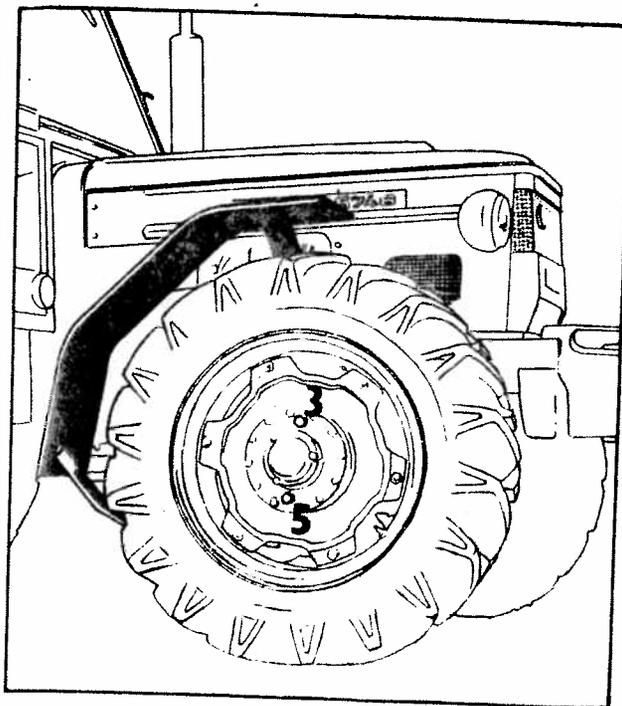

Fig. 11
- 21. Trou de remplissage dans les démultiplicateurs (fig. 11/3).
- 22. Trou de vidange de l'huile hors des démultiplicateurs (fig. 11/5).